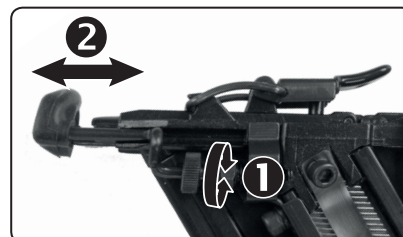

Abb. 12) Setztiefeeneinstellung bei NF 1
- ➔ Beim Modell NF1 wird die Tiefe durch Drehen der Schraube gemäß Abb. 12 eingestellt